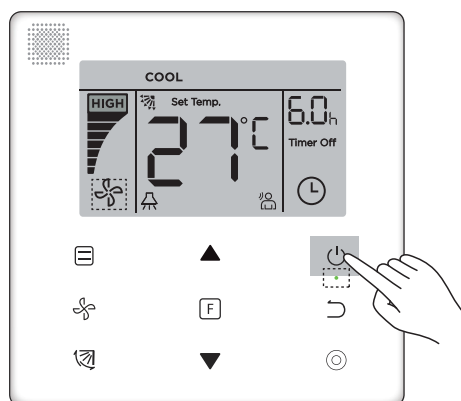

Figura 6.1
- 1) Premere il pulsante “ON/OFF” : l'Indicatore di Funzionamento "•" sul Filocomando si illuminerà, mentre l'icona “ON/OFF” sul display dell'Unità Interna lampeggerà per indicare che l'Unità Interna ha avviato il suo funzionamento (vedi Figura 6.1).